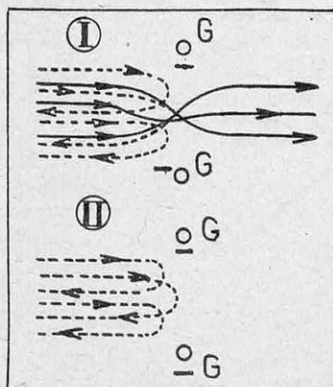

FIG. 2. — COMMENT SE COMPORTENT LES ÉLECTRONS AU VOISINAGE D'UNE GRILLE
La figure 2 montre le trajet des électrons au voisinage d'une grille. On sait que si cette électrode est faiblement négative, une partie des électrons passe entre les barreaux, l'autre étant repoussée (I); si elle est fortement négative, tous les électrons sont repoussés (II).